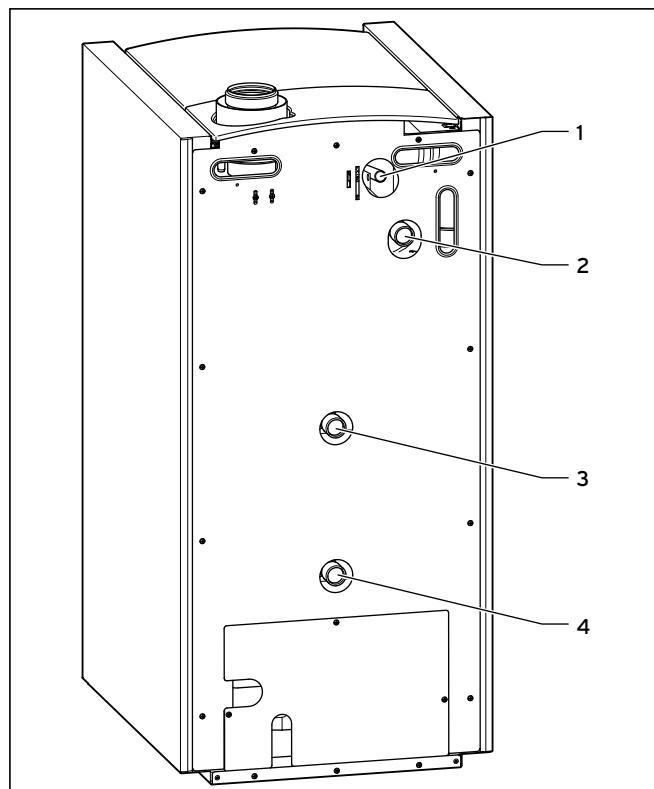

Fig. 5.4 Raccordement côté chauffage
- Raccordez le retour du ballon d'eau chaude au raccord de retour du chauffage pour haute température de retour (**3**, voir Fig. 5.4).